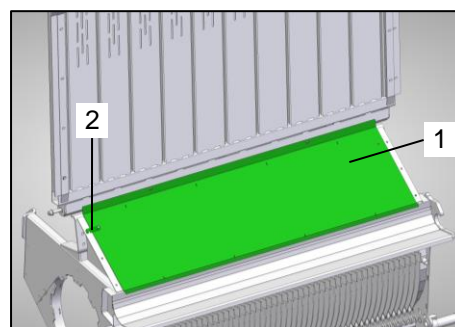

Bild 27: Förderkanal Abdeckung
- Setzen Sie die Abdeckung (Bild 27 / Pos.1) über dem Förderkanal ein
- Lösen Sie die Schrauben in unmittelbarer Nähe zu den beiden Verschlusshaken (Bild 27 / Pos.2) an den seitlich angrenzenden Blechen.
- Legen Sie die Verschlusshaken (Bild 27 / Pos.1) um, sodass diese die Schrauben umfassen.